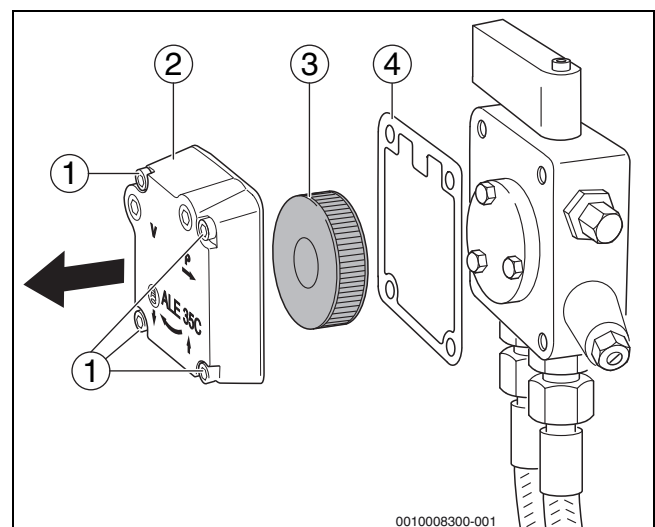

Bild 31 Ölpumpenfilter prüfen – Ölpumpe Suntec
- ▶ Die vier Innensechskantschrauben (→ Bild 31, [1]) lösen.
- ▶ Gehäusedeckel (→ Bild 31, [2]) abnehmen.
- ▶ Ölpumpenfilter (→ Bild 31, [3]) herausnehmen.
- ▶ Dichtung (→ Bild 31, [4]) auf Beschädigung prüfen und gegebenenfalls austauschen.
- ▶ Ölpumpenfilter (→ Bild 31, [3]) mit Waschbenzin reinigen, gegebenenfalls austauschen und wieder in die Ölpumpe einbauen.